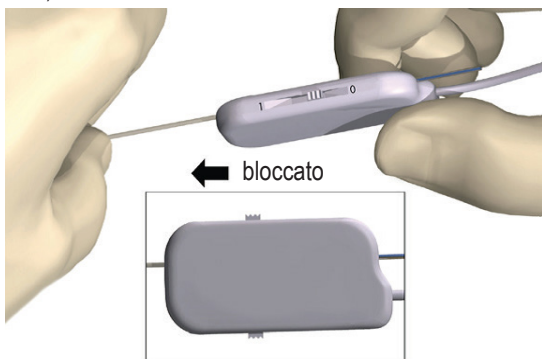

Figura 10: Fissaggio dell'elettrocatetere DBS nel connettore del cavo per sala operatoria 1x8
- Spingere l'estremità dell'elettrocatetere DBS nella porta finché non si arresta. Tenere l'elettrocatetere DBS in posizione mentre si fa scorrere la leva di blocco in posizione (1) bloccata (Figura 10).